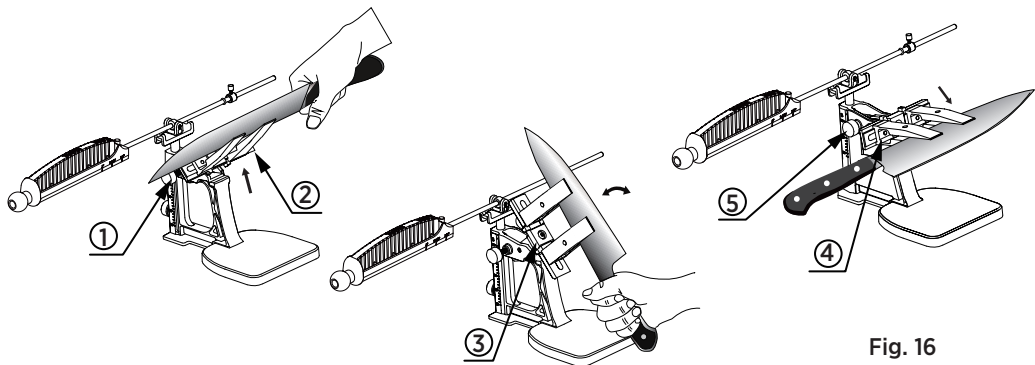

Fig. 16
3. Continuez l'aiguisage jusqu'à ce que vous sentiez un fil sur toute la longueur du tranchant du côté opposé de la lame. Desserrer le bouton de rotation, soulever le faisceau rotatif, et le faire pivoter soigneusement de 180° pour passer du côté opposé de la lame. Tenez le manche du couteau pour un meilleur contrôle lors de cette étape. (Voir Fig. 16). Une fois l'ajustement terminé, serrez fermement le bouton de rotation.